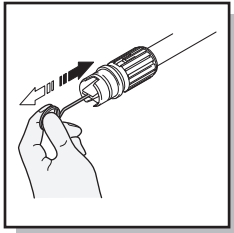

Fig. 20
- En utilisant l'outil spécial fourni (ou un trombone à papier ouvert), introduisez la pointe de nettoyage dans l'orifice de la buse et délogez l'impureté par un mouvement de va-et-vient d'avant en arrière (Figure 20). Retirez toute autre saleté en emboîtant le tuyau d'arrosage dans la buse et ouvrant le robinet avec une pression d'eau la plus haute possible (ou bloquez la buse avec votre pouce afin de créer de la pression pour retirer l'impureté).